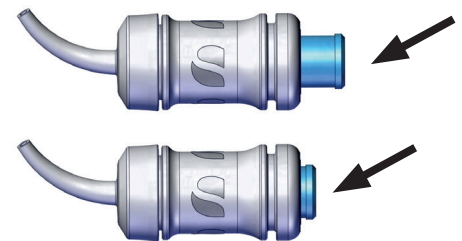

Fig. 4
- ⇒ Ouvrir le clapet de l'appareil (3).
- ⇒ Activer la capsule en enfonçant le poussoir (Fig. 4).
- ⇒ Installer la capsule dans le porte-capsule (2).
- ⇒ Appuyer sur la touche Démarrage (1).